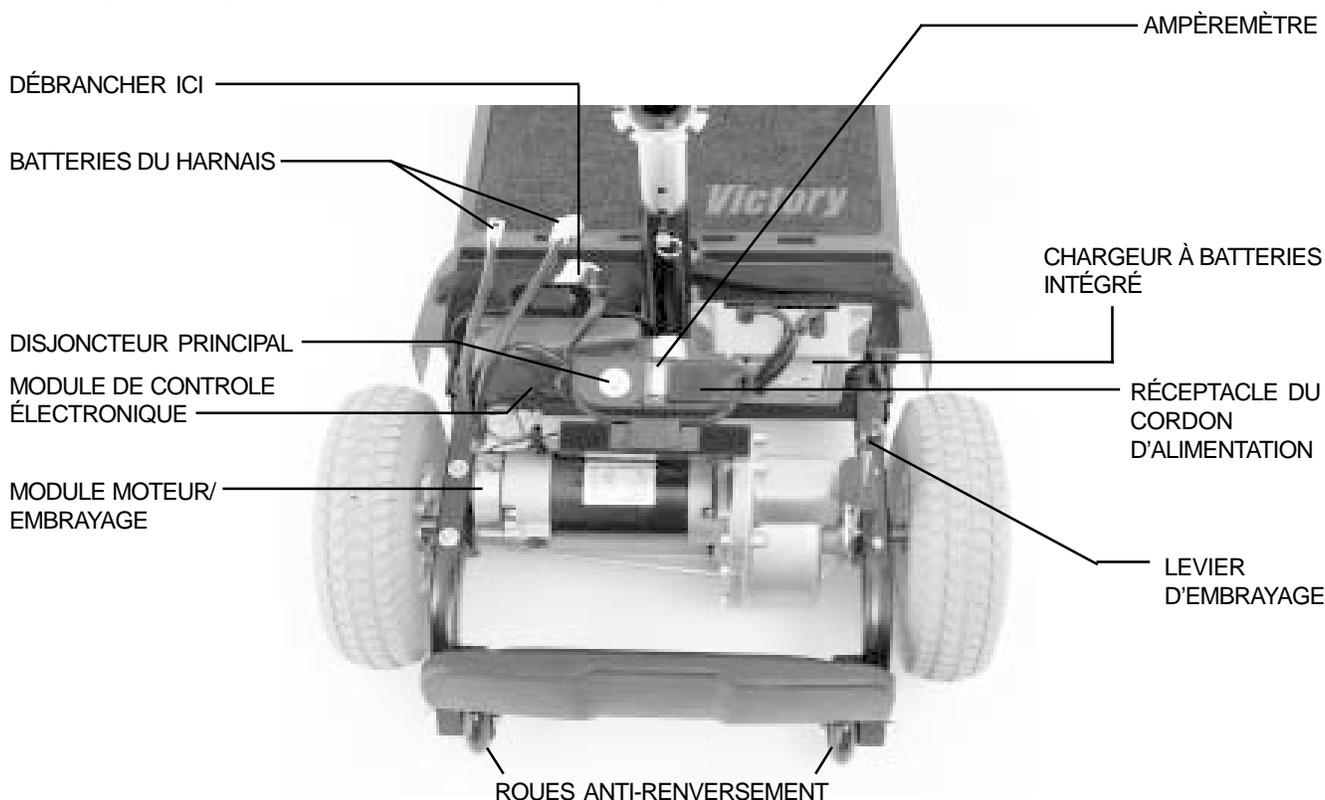

Figure 8. Section Arrière
Le chargeur à batteries, le réceptacle à cordon, le fusible du chargeur, les batteries, le contrôleur électronique, le disjoncteur principal, le levier d'embrayage et le moteur sont situés dans la section arrière. Voyez le chapitre Instructions de montage et démontage pour savoir comment enlever le capot arrière. Les roues anti-renversement sont les pièces les plus arrière de votre scooter. Voir figure 8.
- Le cordon d'alimentation électrique devrait rester enroulé sur le plateau sous le capot. Voir figure 8.
- Le disjoncteur principal est monté à l'arrière du scooter. Voir Figure 8.
- La manette d'embrayage est située à l'extrémité droite du moteur à l'arrière du scooter. Voir figure 8.
Le module moteur essieux est composé du moteur et d'un essieu scellé à la transmission et différentiel. Ce module a été conçu pour fonctionner silencieusement, avec une puissance maximum et durée de vie allongée. Voir figure 8.
Les roues anti - renversement arrière sont un élément de sécurité essentielle. Ne jamais enlever les roues anti - renversement car elles préviennent les renversements arrière lorsque vous gravissez une pente. Voir figure 8.